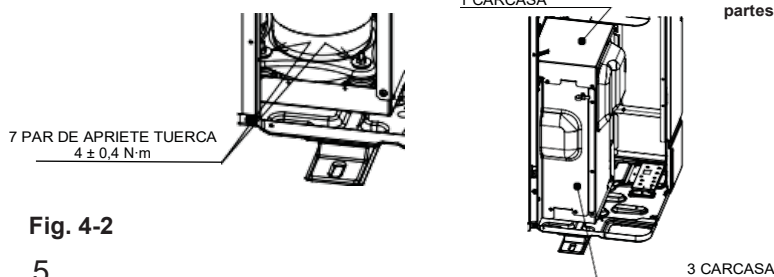

Fig. 4-2
- Una vez desmontadas las piezas fijas COMP, asegurarse de apretar las tuercas, y volver a colocar la CARCASA SUPERIOR COMP y la CARCASA FRONTAL COMP en su estado original. (Fig. 4-2)